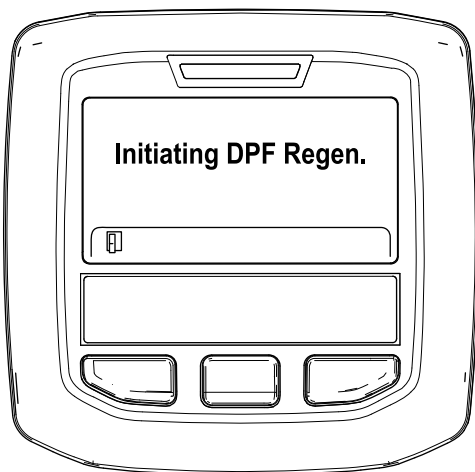

図 36
A. Initiating DPF Regen DPF 再生開始中というメッセージが表示される 図 36。